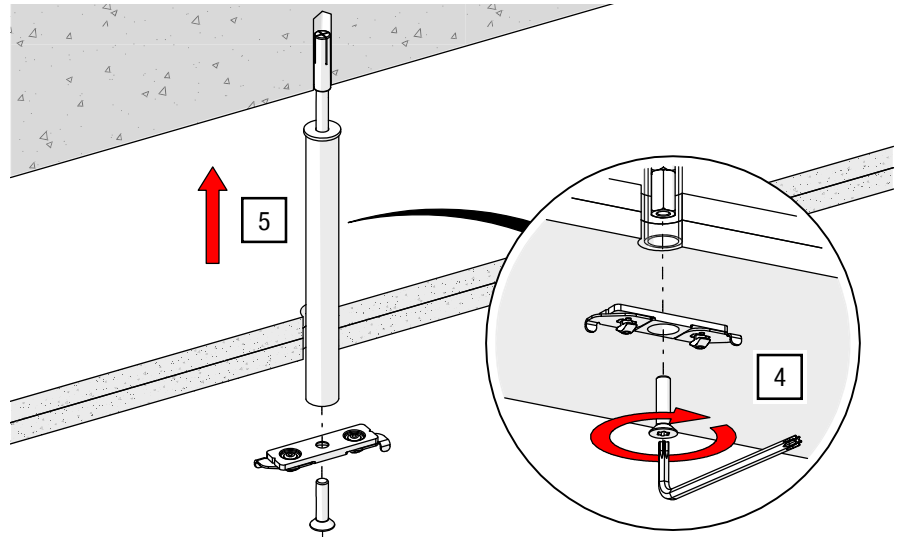

Abb. 38: Deckenabhängung OFFICE – Halteplatte an Abhängung anschrauben
4. Schieben Sie das Rohr auf die im Einschlaganker eingeschraubte Gewindestange (siehe Abb. 38).
5. Verschrauben Sie die G-TRACK Montageplatte an der Verbindungsmutter mit einem TORX®-Schlüssel T30 mit 14 Nm (siehe Abb. 38).